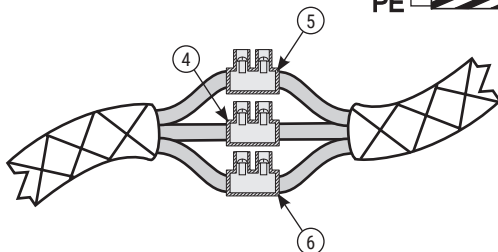

Рис.5
4.11. Соединить провода полотенцесушителя с проводом из стены с помощью клеммных колодок (рис. 5).
4.12. Провод заземления модуля имеет желто-зеленый цвет и желтый клеммник (рис. 5 «6») фаза (L) - коричневый цвет и черный клеммник (рис. 5 «5»), ноль (N) - синий цвет и синий клеммник (рис. 5 «4»).